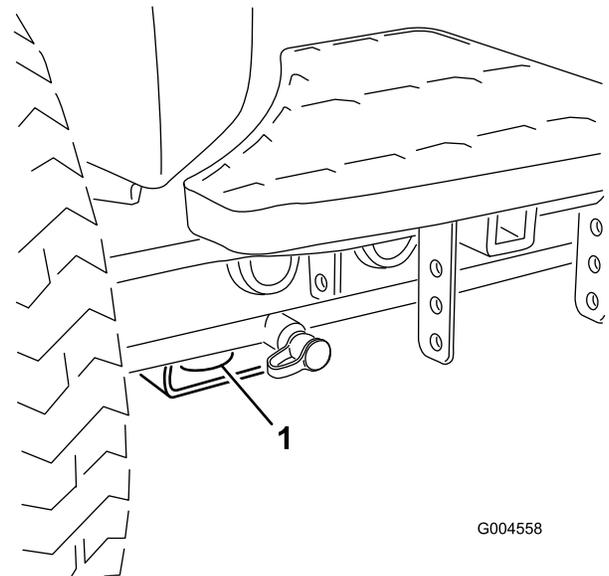

Figura 34
- Delantero – el orificio del bloque rectangular, debajo del tubo del eje, al interior de cada rueda delantera (Figura 34).